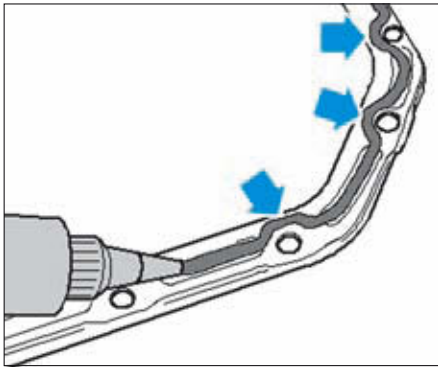

FIG. 14
- Appliquer sur le pourtour du carter d'huile, un cordon de produit d'étanchéité d'une épaisseur de 2 à 3 mm en contournant les trous de fixation par l'intérieur du carter (Fig.14).